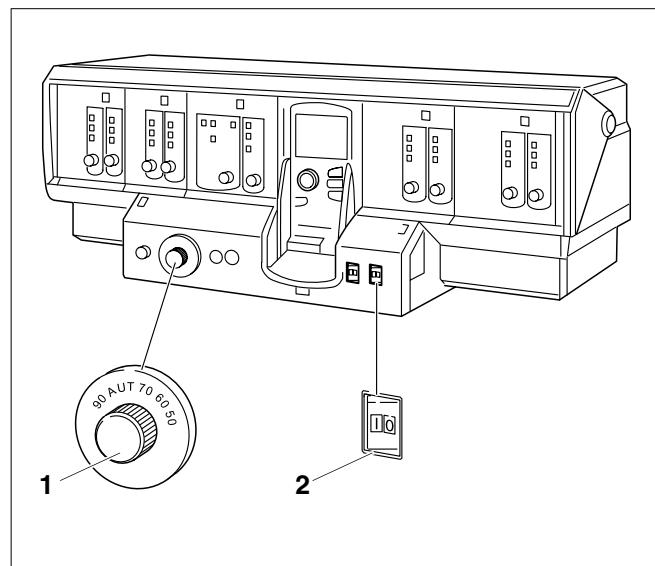

Fig. 2: Dispozitiv de reglare (în cazul de față: Logamatic 4312)
Puneți în funcțiune cazanul de încălzire prin intermediul dispozitivului de reglare (în exemplul de față, fig. 2: Logamatic 4312). Prin punerea în funcțiune a dispozitivului de reglare se pune în funcțiune și arzătorul. Arzătorul va fi pornit direct de către dispozitivul de reglare. Informații suplimentare în acest sens puteți obține din instrucțiunile de utilizare a dispozitivului de reglare respectiv sau a arzătorului.
- Reglați regulatorul de temperatură apei cazanului (fig. 2, poz. 1) pe „AUT”.
- Apăsați întreupătorul de funcționare (fig. 2, poz. 2) în poziția „I”.
Scoateți din funcțiune cazanul de încălzire prin intermediul dispozitivului de reglare (în exemplul dat, dispozitiv de reglare 4212 - fig. 2, pagina 9). Odată cu scoaterea din funcțiune a dispozitivului de reglare, se oprește automat și arzătorul.
Apăsați întrerupătorul de funcționare (fig. 2, poz. 2) în poziția „0” (ÎNCHIS).